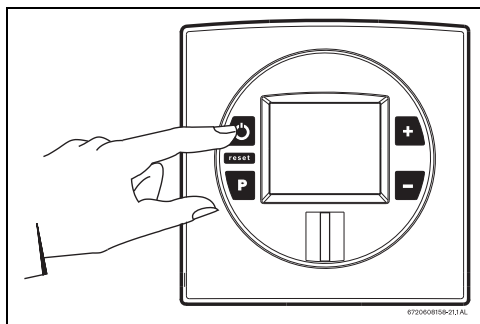

Fig. 13 Conectar / Desconectar el aparato
- Pulse el interruptor principal ON/OFF (Fig.13).
- Pulse nuevamente el interruptor principal ON/OFF (Fig.13).
Al colocar el interruptor principal en posición de funcionamiento (fig. 13), el aparato está listo para funcionar.